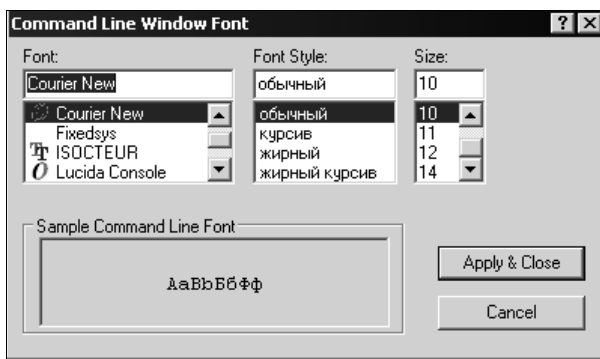

Рис. 4.9. Диалоговое окно **Command Line Window Font** для настройки шрифта в окне команд
- В нижней части области **Window Elements** (Элементы окна) щелкните мышью на кнопке **Fonts...** **Fonts** (Шрифты). Появится диалоговое окно **Command Line Window Font** (Шрифт командной строки) (рис. 4.9), которое управляет типом шрифта и его размером в командной строке. Окно содержит три списка, информационную область и две кнопки.